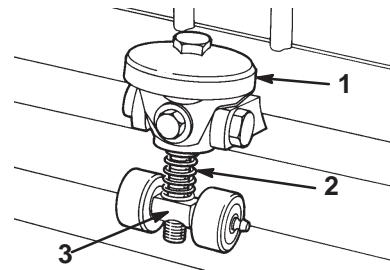

Figure 15
1. Déposez le plateau de coupe du groupe de déplacement et posez-le sur une surface plane et horizontale. Supprimez le contact avec le cylindre en tournant le bouton de réglage de la contre-lame dans le sens anti-horaire (Fig. 15).
2. A une extrémité de l'avant du cylindre, insérez une longue bande de papier journal entre le cylindre et la contre-lame. Tournez le cylindre lentement en avant tout en tournant le bouton de réglage de la contre-lame (Fig. 15) dans le sens horaire, un cran à la fois, jusqu'à ce que le papier soit légèrement pincé et résiste donc légèrement quand vous tirez dessus.